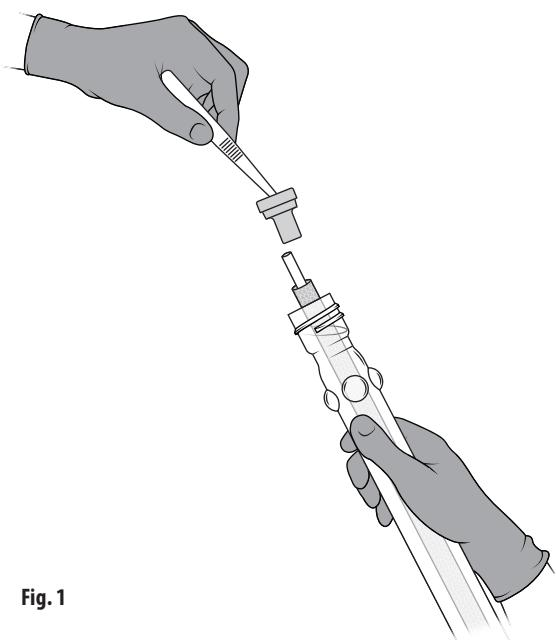

Fig. 1
3. Ta bort locket och kassera det. Ta bort stopparen med peang och kassera den. Tången måste också kasseras eftersom den nu betraktas som icke-steril. Fig. 1.